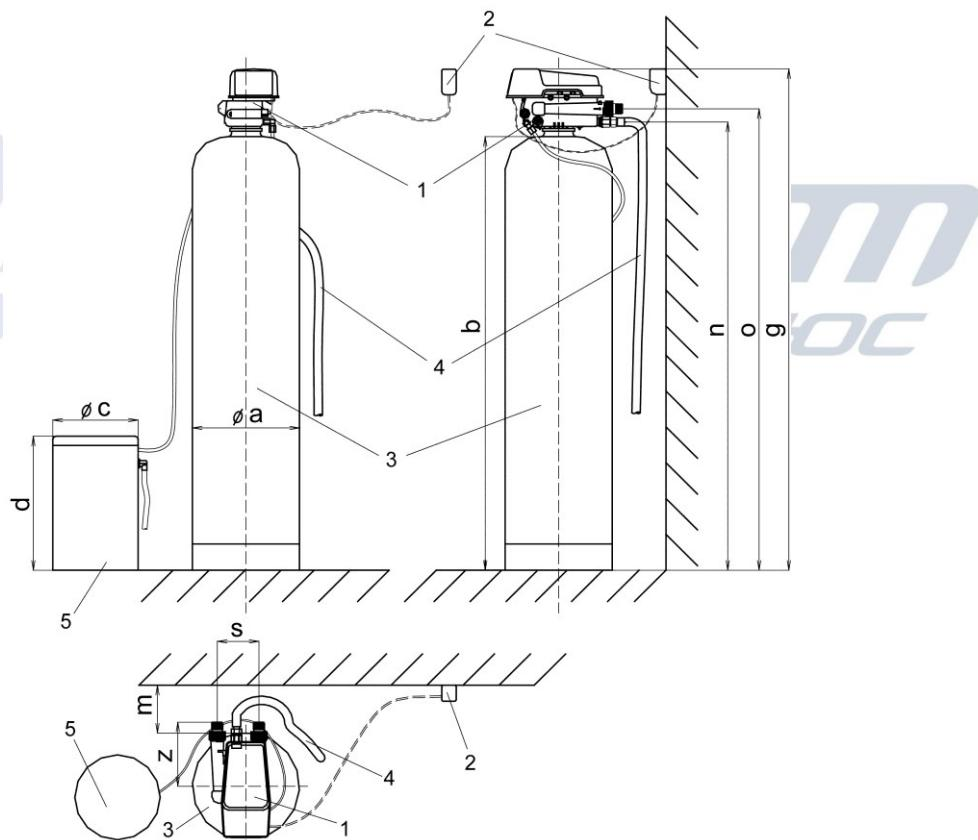

Рис. 1. Справочные размеры для фильтров умягчения серии «HFS».
Справочные размеры для фильтра серии «HFS» с корпусом 14 дюймов в диаметре приведены на Рис.1 и в Таблице 2.
Таблица 2. Справочные размеры к Рис. 1 (в мм).
4.1. Фильтры умягчения насыпного типа серии «HFS» состоят из следующих основных частей (см. Рис.1): управляющий клапан, обводной вентильный канал, корпус, бак для хранения и приготовления раствора NaCl, поддерживающая засыпка и фильтрующая среда.